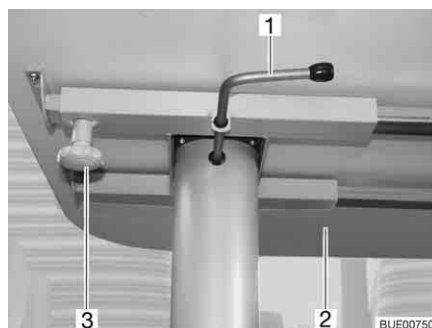

Fig. 63 Table à hauteur réglable, coulissante
- Desserrer la vis moletée (Fig. 63,3).
- Déplacer le plateau (Fig. 63,2) dans la position désirée.
- Faire basculer le levier de verrouillage (Fig. 63,1) vers la gauche. Le verrouillage du mécanisme de réglage de la hauteur est ouvert.
- Appuyer le plateau de table (Fig. 63,2) au milieu vers le bas jusqu'à la butée et le maintenir appuyé.
- Faire basculer le levier de verrouillage (Fig. 63,1) vers la droite (Fig. 63). Le mécanisme de réglage de la hauteur est verrouillé.
- Faire basculer le levier de verrouillage (Fig. 63,1) vers la gauche. Le verrouillage du mécanisme de réglage de la hauteur est ouvert. Le plateau de table s'élève jusqu'à la butée.
- Faire basculer le levier de verrouillage vers la droite (Fig. 63). Le mécanisme de réglage de la hauteur est verrouillé.